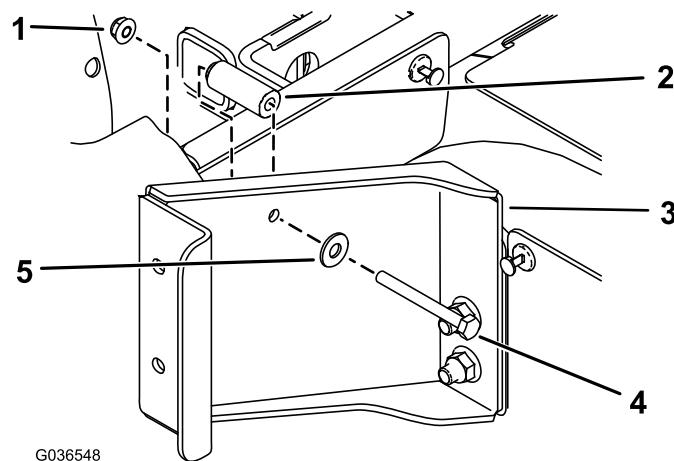

图2
C. 如图2所示,用1个六角头螺栓(1/4 x 2-1/2英寸)、1个扁平垫圈(5/16英寸)、1个隔片(9/32 x 5/8英寸)和1个凸缘螺母(1/4英寸)将支架固定到后座椅底座后面。